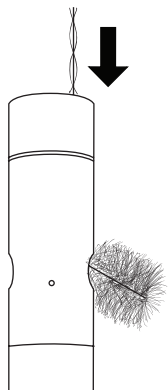

Figura 62 Spazzola per il canale
2. Inserire la spazzola nella parte superiore dei canali, e spazzare i canali da 15 a 20 volte (Figura 62).